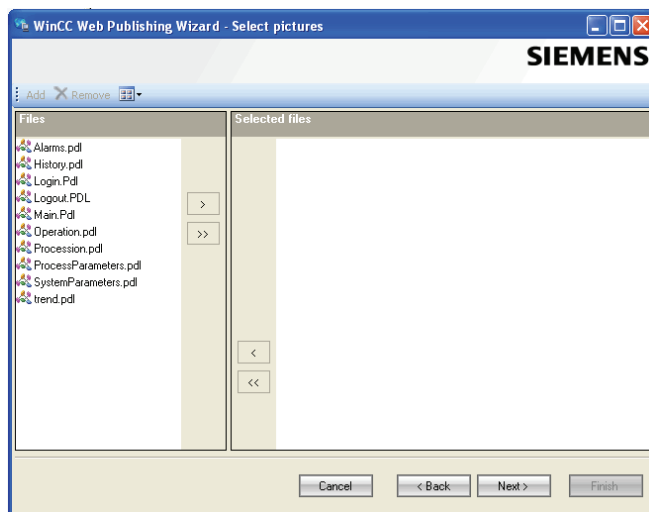

图 15-13 选择要发布的画面
6) 单击  按钮选择发布画面的名称，如图 15-13 所示。